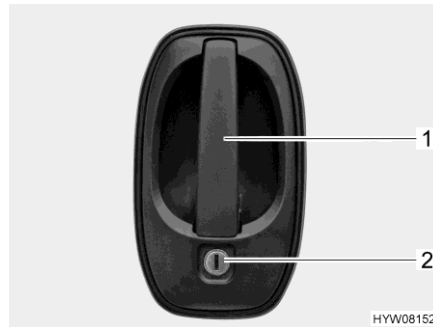

Bild 49 Dörrlås (förardörr/ingångsdörr på utsidan)
- Stick in nyckeln i låscylindern (Bild 49,2) och vrid den ända tills dörrlåset har låsts upp.
- Drag i dörrhandtaget (Bild 49,1). Dörren är öppen.
- Stick in nyckeln i låscylindern (Bild 49,2) och vrid den ända tills dörrlåset har låsts.